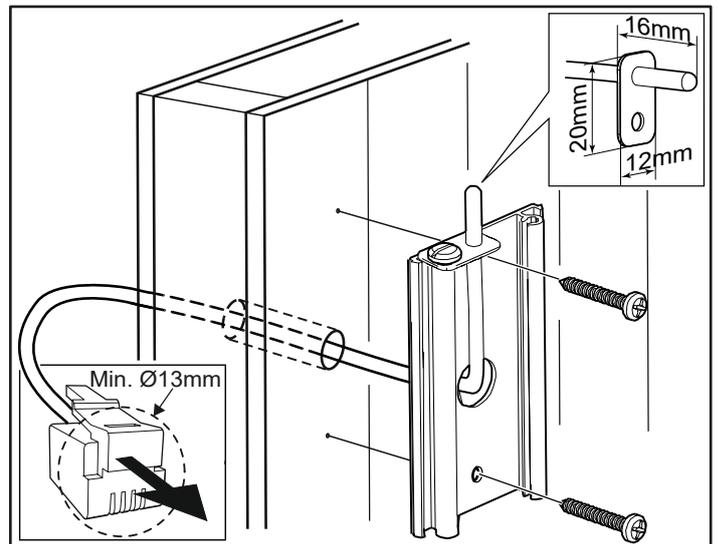

Rysunek 11. Zamocuj i przykręć panele przedni i tylny
8. Zamocuj panele przedni i tylny, a następnie dokręć wkręty (patrz rysunek 11).